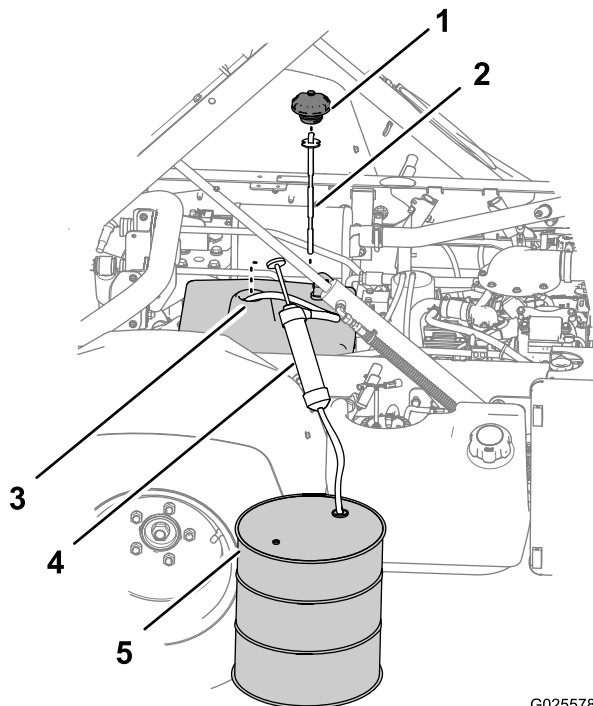

図 82
3. タンクの補給口についているディップスティックとキャップを外す 図 82。
4. サイホンに吸い込みホースを接続し、ホースを油圧タンクの補給口からタンク内部に入れ、タンクの底まで送りこむ 図 82。
5. 吸い込みホースの端を回収容器に入れる 図 82、回収容器は、12 リットルのオイルを回収できる大きさが必要である非TC モデル。ハイフロー油圧キットオプションを搭載している非TC モデルやTC モデルの場合には、20 リットルのオイルを回収できるだけの大きさが必要である。
7. 抜き取りを終了したら、タンクからサイホンを取り外す 図 82。
8. 油圧オイルタンクに油圧オイルを入れる。油量は非 TC モデルの場合には 7.5 リットル、ただしオプションのハイフロー油圧キットを取り付けている非TC モデルの場合や TC モデルの場合は 15.1 リットルである 図 82。
9. 油圧オイルタンクの補給口にディップスティックとキャップを取り付ける 図 82。